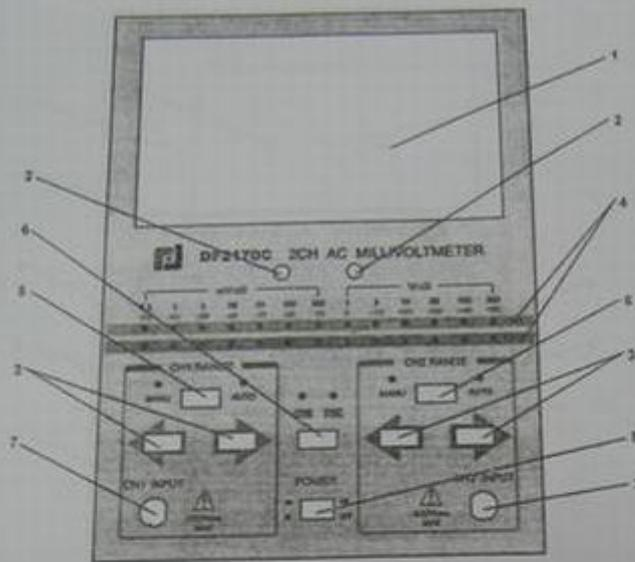
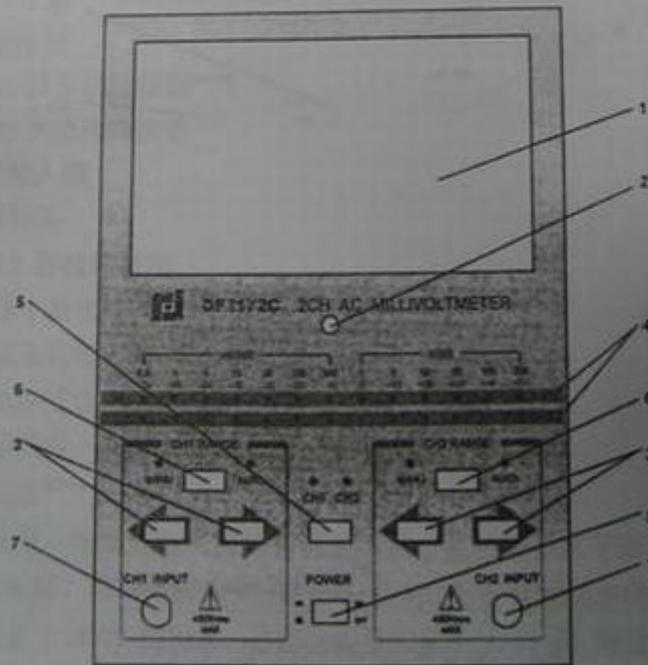
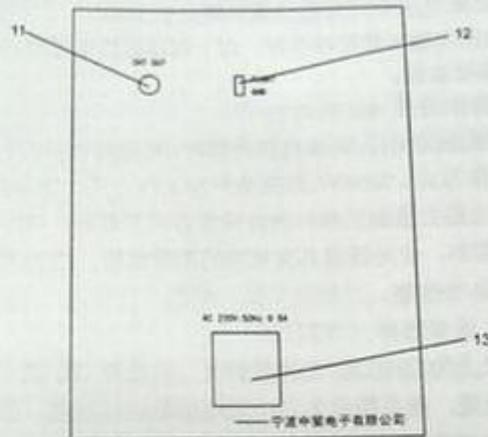

图1 DF2170C 面板
图2 DF2172C 前面板
图 5 DF2175C 后面板
3.1 前、后面板布局见图 1、图 2、图 3、图 4、图 5。